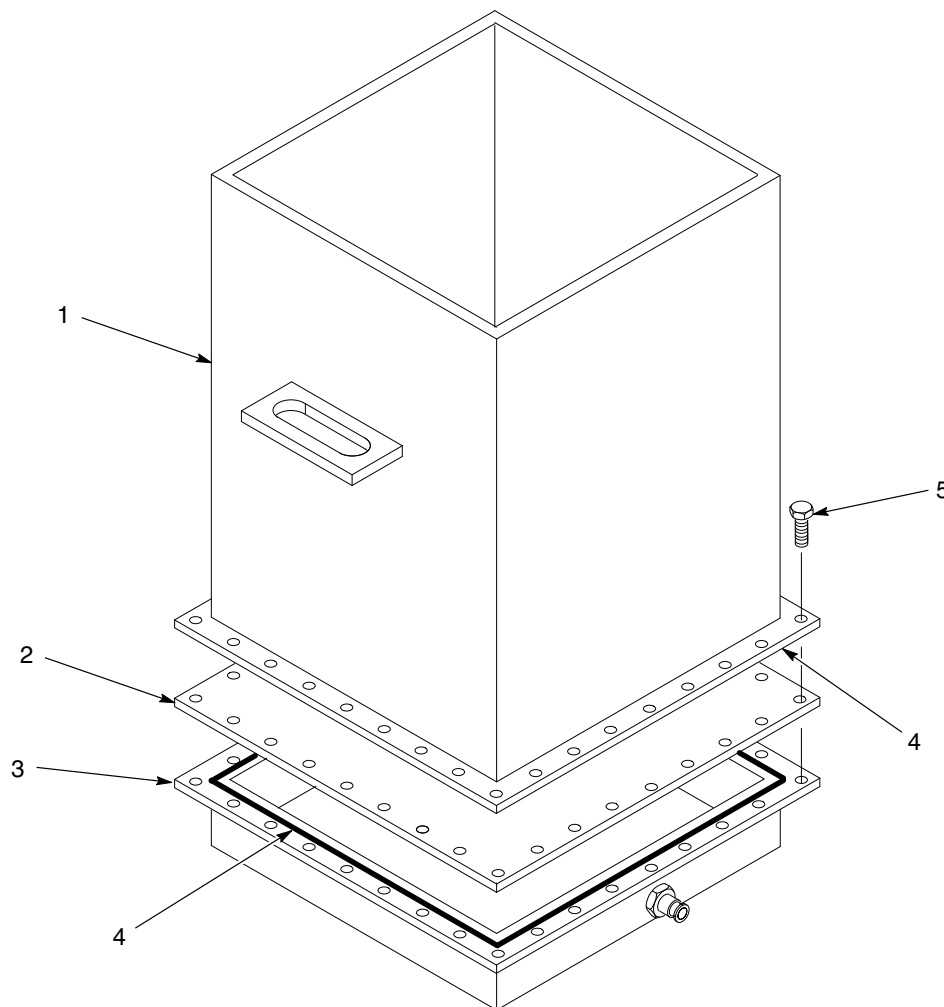

Abb. 8-14 Fluidisierungsplatte am 50 lb (22,7 kg)-Vorratsbehälter ersetzen
2. Siehe Abb. 8-14. Die Schrauben (5) abnehmen, die das Gehäuse (1) an der Sammelkammer (3) halten. Das Gehäuse von der Sammelkammer abheben.
3. Die alte Fluidisierungsplatte (2) abnehmen und entsorgen.
5. Die O-Ring-Dichtungen (4) an den Flanschen von Gehäuse und Sammelkammer prüfen und sicherstellen, dass sie sicher in den Flanschnuten installiert sind.